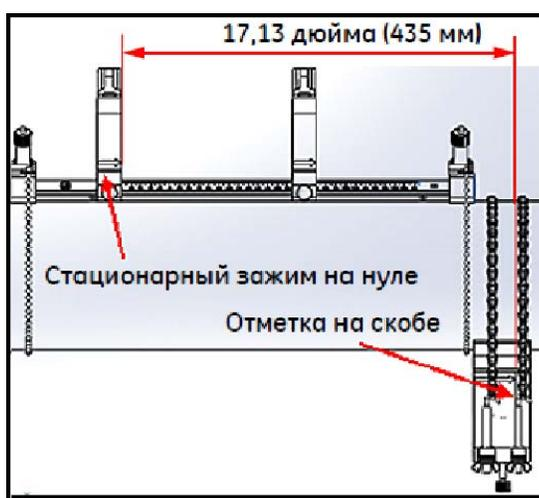

Рис. 29: Скоба размещается на расстоянии 435 мм/17,13 дюйма
- Расстояние >305 мм/12 дюймов (в качестве примера используется 435 мм/17,13 дюйма): Отмерьте требуемое расстояние 435 мм/17,13 дюйма от края стационарного зажима до отмеченной линии на скобе (см. Рис.29 ниже).